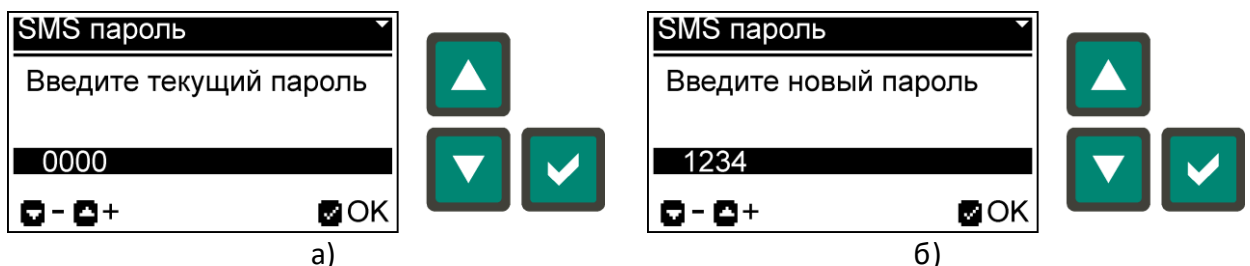
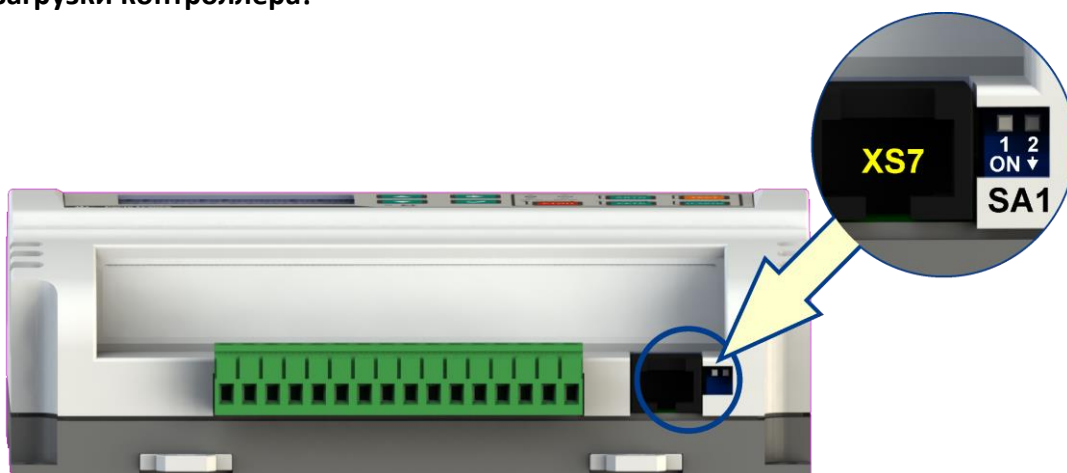

Рис. 5.20. Изменение SMS пароля:
Рис. 5.24. Разъём XS7 и группа переключателей SA1 коммуникационного порта
SMS пароль используется в SMS командах (п. 5.11.2.1) для управления контроллером посредством GSM модема (п. 5.11.2), который может быть подключен к внешнему порту контроллера (разъём XS7, рис. 5.24). Для изменения пароля необходимо сначала ввести текущий пароль (рис. 5.20, а), используя кнопки **[БОЛЬШЕ]** или **[МЕНЬШЕ]**, и подтвердить его нажатием кнопки **[ОК]**, а затем необходимо ввести новый пароль (рис. 5.20, б) и нажать кнопку **[ОК]**. Начальный пароль по умолчанию - 0000.
Обмен данными контроллера с внешними устройствами осуществляется через коммуникационный интерфейс RS-485 (разъём XS7, рис. 5.24, табл. 6.4). Настройки коммуникационного порта определяются параметрами P100 - P103, а тип подключаемого устройства, протокол или сервис определяется параметром P104 в том случае, если переключатель SA1.2 (рис. 5.24, табл. 5.12) находится в верхнем положении (OFF). Если же переключатель SA1.2 находится в нижнем положении (ON), то настройки коммуникационного порта будут соответствовать параметрам по умолчанию, независимо от значений параметров P100 - P104 (табл. 5.10).